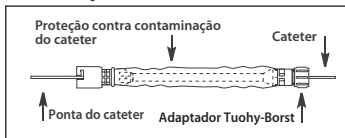

Figura 2
- a. Se estiver a utilizar uma proteção contra contaminação com um adaptador Tuohy-Borst (quando fornecido), insira a ponta do cateter pretendido através da extremidade do adaptador Tuohy-Borst da proteção contra contaminação do cateter. Faça o cateter avançar através da tubagem e do conector na outra extremidade (ver Figura 2).